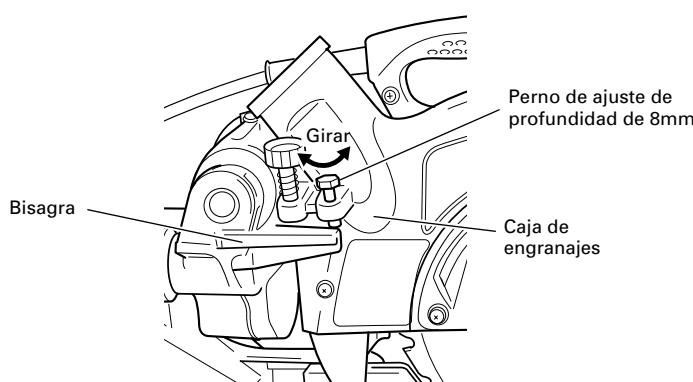

Fig. 10-b
Compruebe que la hoja de sierra se pueda bajar de 13/32" a 7/16" (10mm a 11mm) por debajo del inserto de la mesa, tal como se muestra en la Fig. 10-a.
Para ajustar la posición de límite inferior de la hoja de sierra, siga los procedimientos (1) indicados abajo. (Fig. 10-b)
**NOTA:** Cuando corte una pieza de trabajo cuya altura exceda de 2-9/16" (65mm) en el corte en ángulo recto, 1-25/32" (45mm) en el corte en ángulo a bisel izquierdo, o 2-3/8" (60mm) en el corte en ángulo a bisel derecho, ajuste la posición de límite inferior de manera que la base de la cabeza del motor (consulte la Fig. 10-a) no entre en contacto con la pieza de trabajo.